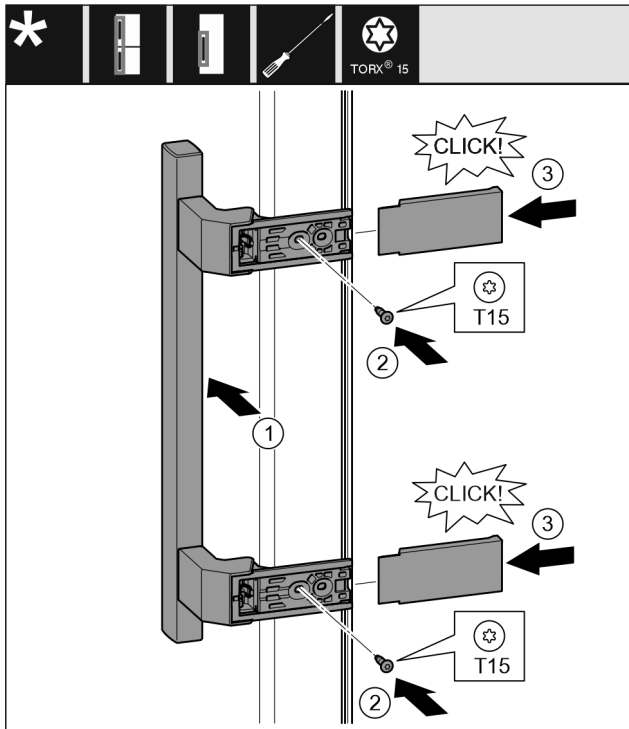

Fig. 14
- ▶ Greep op de tegenoverliggende zijde aanbrengen. Fig. 14 (1)
- ▶ Schroeven met schroevendraaier T15 vastschroeven. Fig. 14 (2)
- ▶ Afdekkingen zijdelings aanbrengen en erop schuiven. Fig. 14 (3)